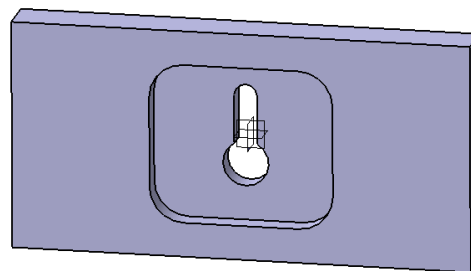

Рис. 120
1) Відкрити документ: C: \ Program Files \ Dassault Systemes \ B14doc \ English \ online \ cfysm_C2 \ samples \ Change_Sketch_Support.CATPart (Рис. 120).